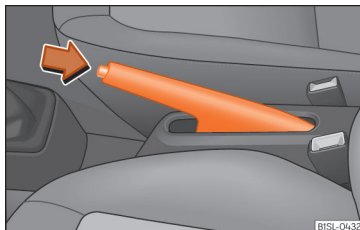

Abb. 164 Zwischen den Vordersitzen: Handbremse.
- Handbremshebel etwas nach oben ziehen und Sperrtaste drücken » **Abb. 164** (Pfeil).